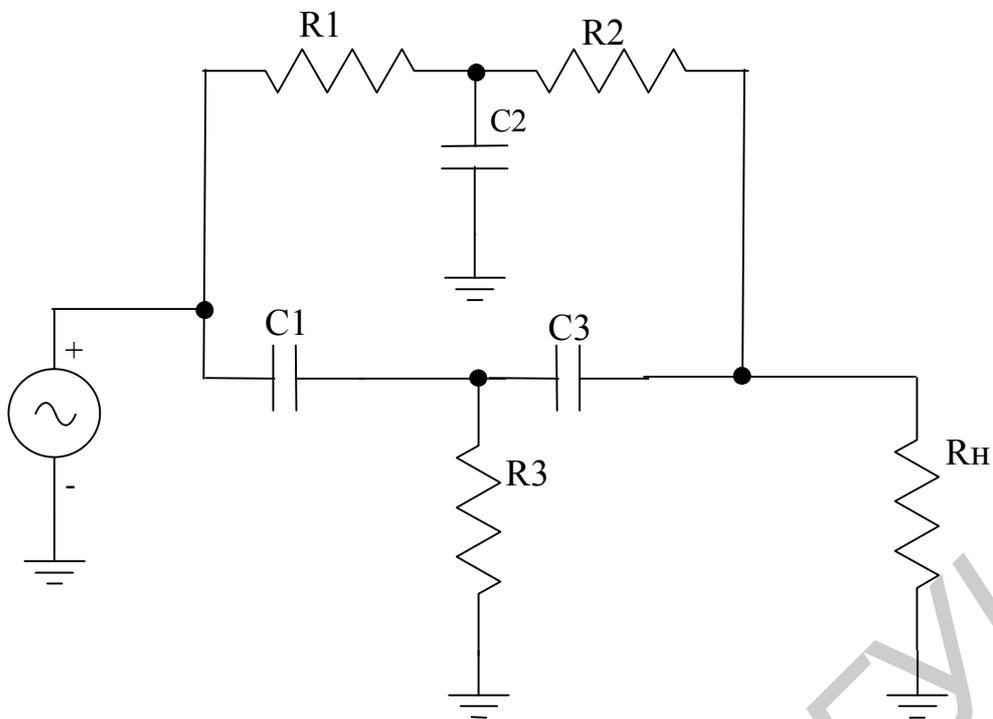

Рисунок 6.10 – Схема режекторного фильтра
4.6 Создать схему режекторного (рисунок 6.10) фильтра с заградительным диапазоном от 3 до 20 МГц. Результаты предъявить преподавателю.